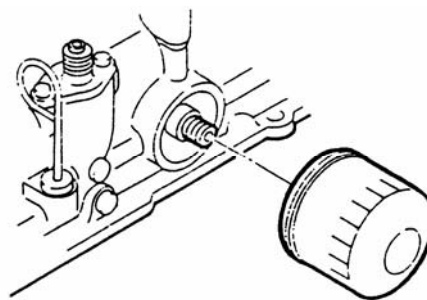

Fig. 7.1
### (2) Auswechseln des Ölfilters (Abb. 7.1):